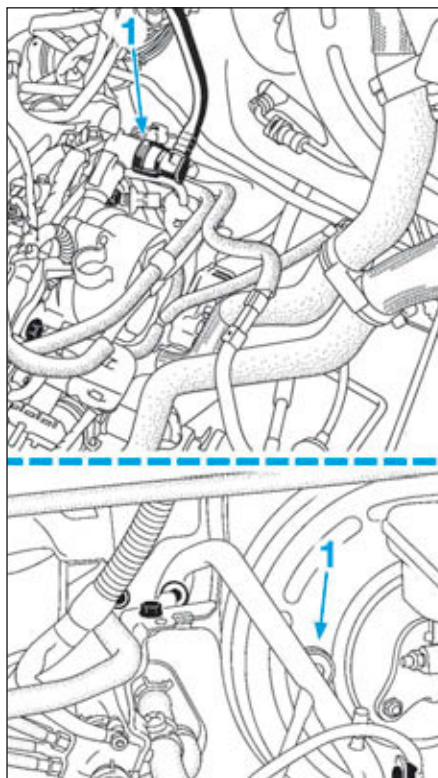

FIG.2
- Déposer le clapet de retenue en (1) (Fig.2) sur l'amplificateur de freinage et la pompe à vide puis le tube de mise à l'air libre de la boîte de vitesses robotisée.